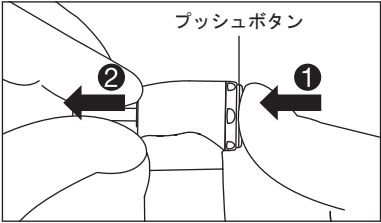

図 3
プッシュボタンを押してチャックを開き(①)、バーを取り外します(②)(図3)。